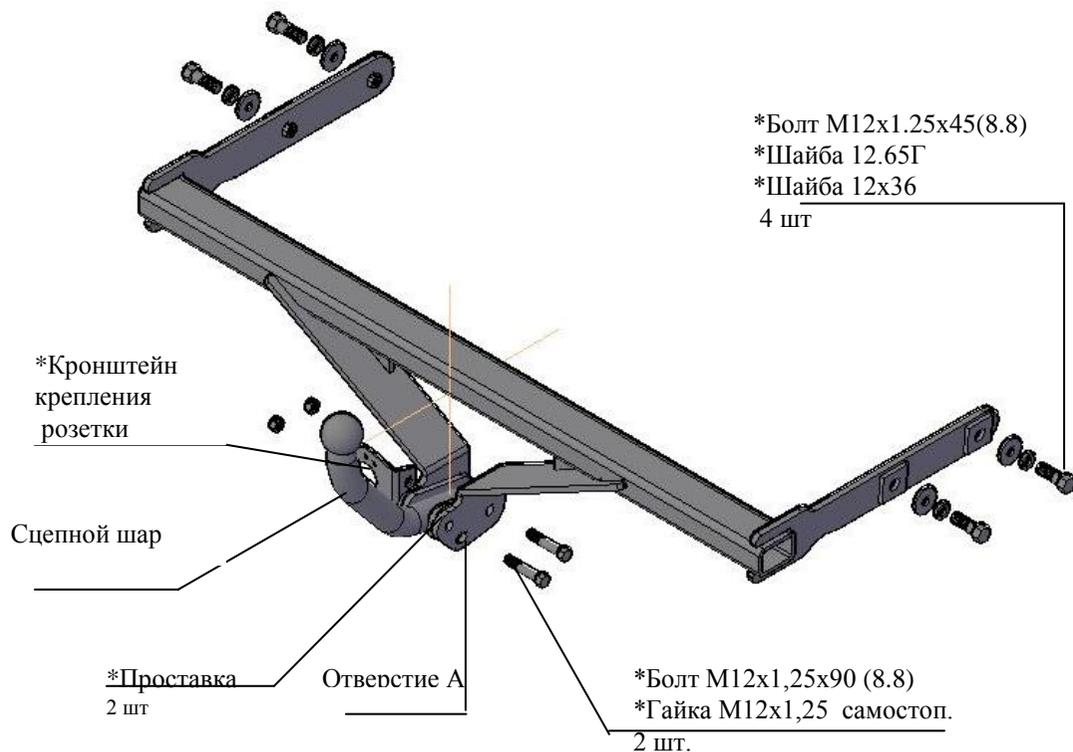

Рис.1 Тягово-сцепное устройство 7730.
2.1 ТСУ 7730 в сборе (рис.1)	1 шт.
2.2 Пакет с комплектующими (см. рис.1)	1 шт.
4.5 Установить сцепной шар и кронштейн крепления розетки, при этом с обеих сторон шара установить проставки (см.рис.1), используя болты М12х1,25х90 и гайки самостопорящиеся.